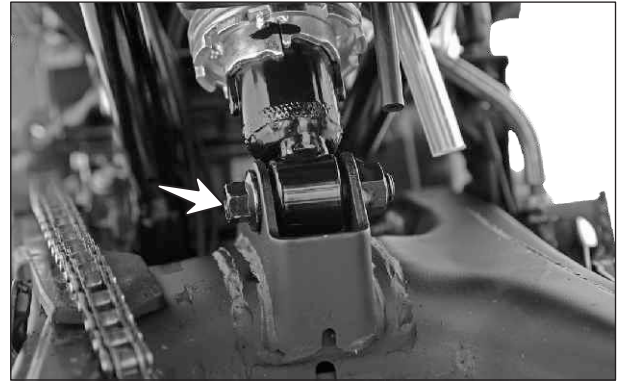

Fig. 6.101
- Retire el tornillo hexagonal (M12x55) del punto de anclaje inferior del amortiguador trasero. (Fig. 6.101)